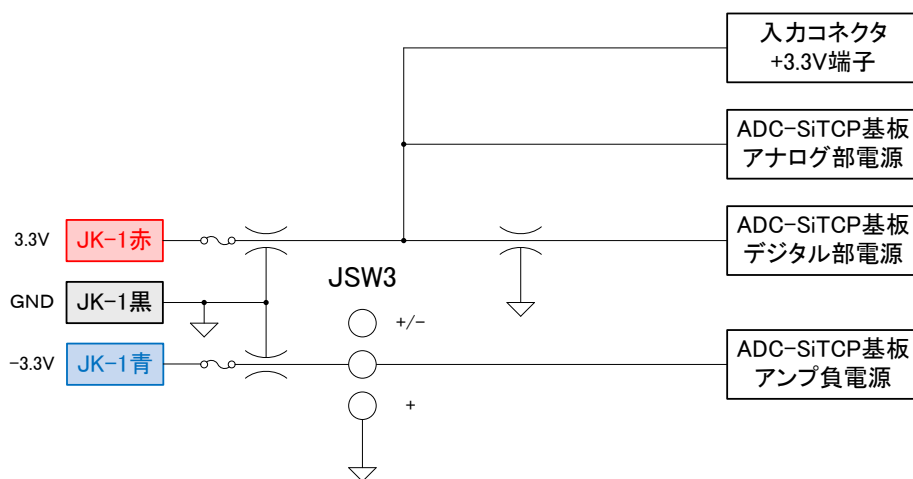

図 3-1 電源接続図
+3.3V	+3.3V±5% 2Amax ADC-SiTCP のメイン電源です。(図 3-1 参照)
-3.3V	-3.3V±5% 1Amax ADC-SiTCP の入力アンプのマイナス側電源です。(図 3-1 参照)
なお、-3.3V は入力アンプの電源のみに使用しています。従って、3.3V 以外のデジタル電源は ADC-SiTCP 基板内部で+3.3V から生成します。電源の概略については、図 3-1 を参照してください。